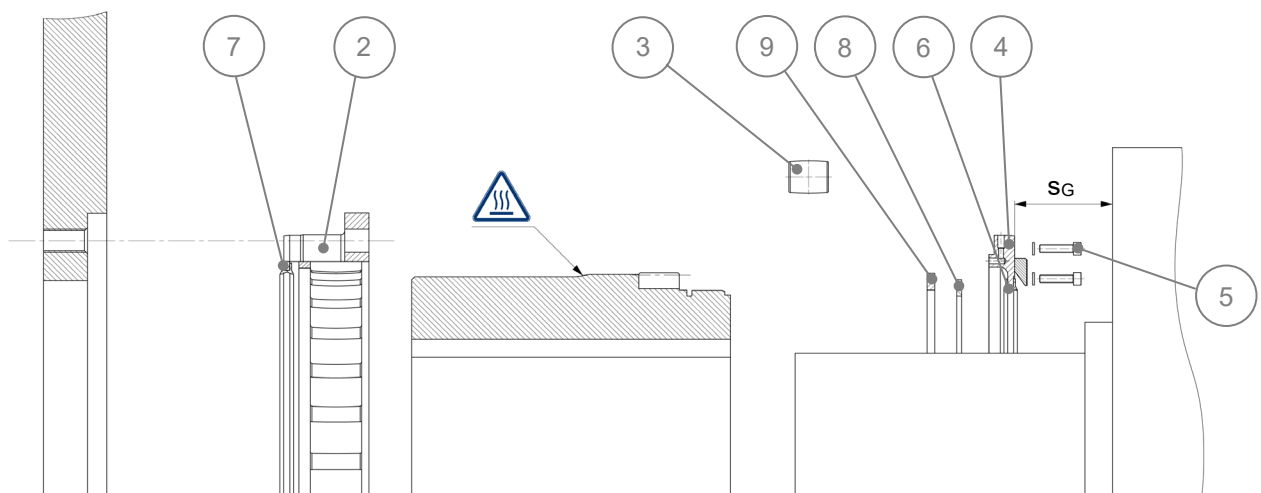

Bild 5: Montage der Kupplung
- Bevor Sie die erhitzte Nabe auf die Getriebewelle schieben, vergessen Sie nicht, den Deckel (Pos. 4), den Dichtring (Pos. 6), den Spiral-Sicherungsring (Pos. 8) und den Druckring (Pos. 9) über der Getriebewelle zu positionieren und so zu halten, dass es beim Aufschieben der erhitzten Nabe keinen Kontakt zu dieser geben kann, Bild 5.
- Beachten Sie, dass der Montageaum, nachdem die Nabe auf der Welle platziert wurde, zum Getriebe hin i.d.R. sehr begrenzt ist. Prüfen Sie deshalb **vorab** den Abstand s_G mit Hilfe von Bild 5. Liegt der Wert von s_G unterhalb des in Tabelle 1 gegebenen Werts $s_{G,min}$, ist der notwendige Montageaum für die Deckelschrauben (Pos. 5) nicht gegeben. Legen Sie die Deckelschrauben vor dem Aufschieben der Nabe in den Deckel ein.
- Achten Sie bei der Montage des Gehäuses (Pos. 2) darauf, dass der Dichtring (Pos. 7) in seiner Position bleibt und nicht verdreht wird, Bild 5.
- Legen Sie die Tonnenrollen (Pos. 3) in Ihre Aussparungen und fixieren Sie sie durch den Druckring (Pos. 9) und der Montage des Spiral-Sicherungsring (Pos. 8), Bild 5.